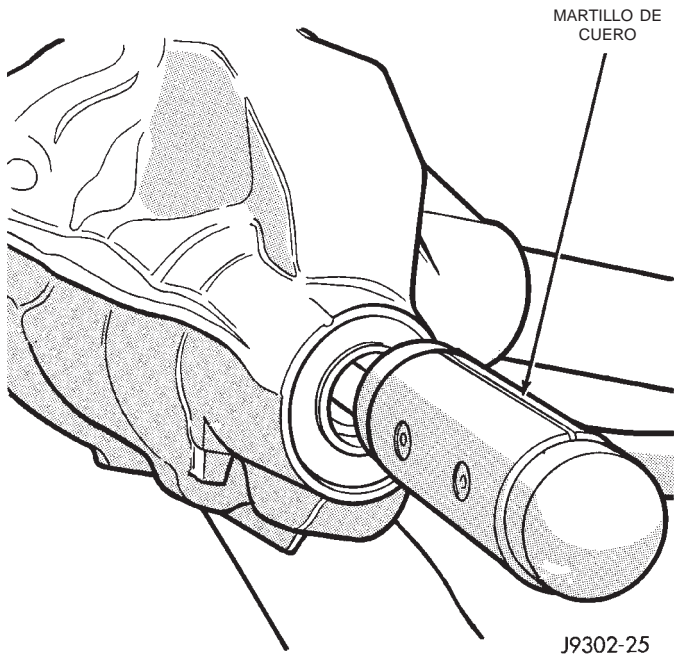

Fig. 19 Desmontaje del piñón satélite
- (11) Retire el piñón satélite de la caja (Fig. 19). Recoja el piñón con la mano para evitar que caiga y se dañe.
- (12) Retire el separador plegable del eje del piñón.